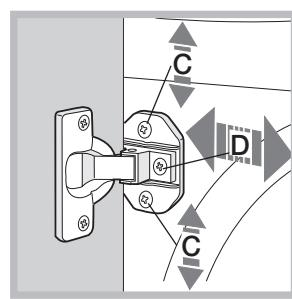

Fig. 7
- Pentru a regla poziția panoului de lemn pe verticală și pe orizontală, utilizați șuruburile C și D după cum este indicat în fig. 7.